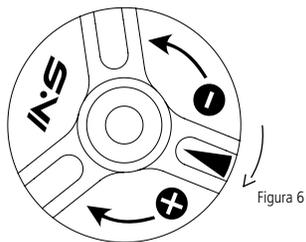
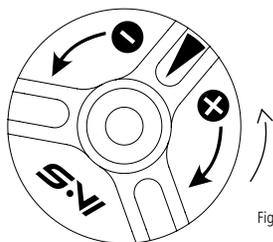

Figura 6
Figura 7
Para regular o sistema SVI, gire lentamente o regulador (3) no sentido horário (Figura 6) e comprima a suspensão (bombadas) para verificar se o sistema ficou rígido. Teste o funcionamento da suspensão fazendo algumas simulações pedalando a bike em pé (sprint) em terrenos regulares e depois passando por alguns obstáculos. Verifique se na condição de sprint a suspensão ficou rígida e se amorteceu os impactos dos obstáculos. Caso não tenha atingido o comportamento esperado, gire novamente o regulador no sentido horário para deixar o sistema mais rígido (menos sensível) ou no sentido anti-horário (Figura 7) para deixar o sistema mais macio (mais sensível) em relação ao amortecimento de impactos. O ideal é encontrar uma regulagem em que seja possível pedalar em pé com a suspensão estável e que haja um amortecimento confortável ao passar por obstáculos.